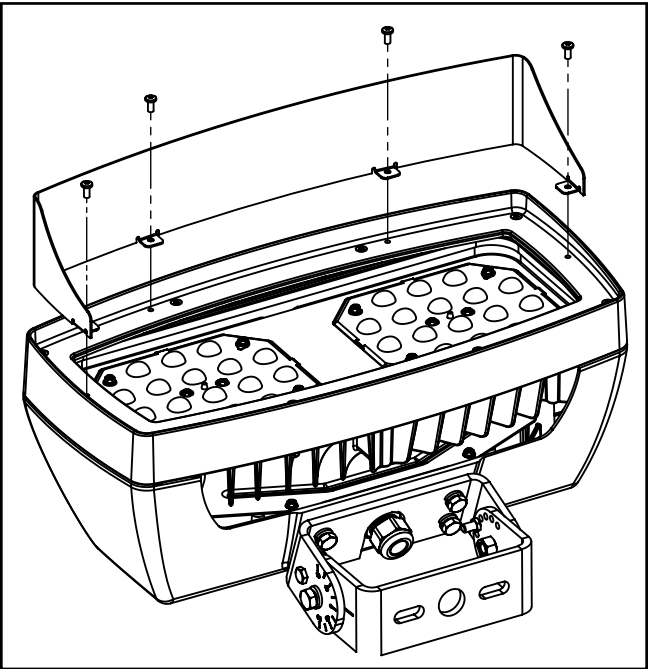

Figura 6
Visera (Figura 6)
- 1. Alinee el visor en la parte superior del marco de la lente para que coincida con los seis orificios existentes. (Figura 6)
- 2. Ajuste los (4) tornillos de 8-32 a la parte frontal de la luminaria.